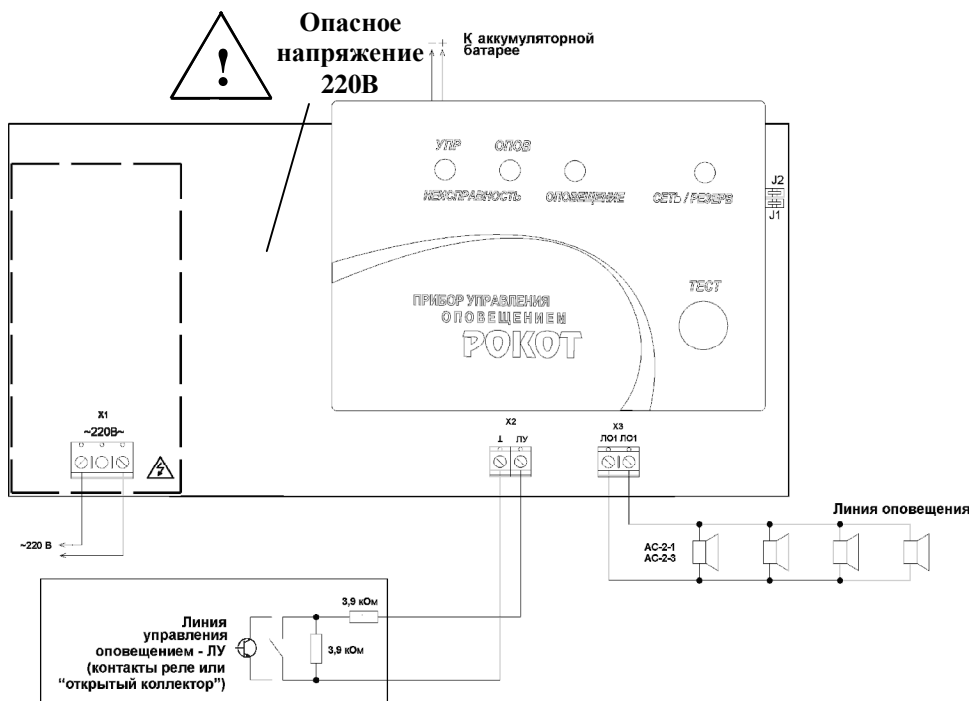

Рис. 1 Схема подключения прибора «Рокот»
ВНИМАНИЕ! На печатной плате прибора на участке, показанном на рис. 1 штриховой линией присутствует напряжение ~220 В.
Уровень звукового давления на расстоянии 1 м от «АС-2-1» («АС-2-3»), подключенной в соответствии с рис.1, не менее	86 дБ
Схема подключения к прибору ЛО и АС приведена на рис. 1 раздела 10.
Переключки, позволяющие выбрать тактики использования линий управления и оповещения, установлены на печатной плате прибора (см. рис.1) и доступны после вскрытия его корпуса.
- К клеммам «220В» платы прибора подсоедините кабель сетевого питания (см. рис.1). Подключите прибор к сети ~220 В 50 Гц. Индикатор «Сеть/Резерв» должен загореться зеленым цветом.